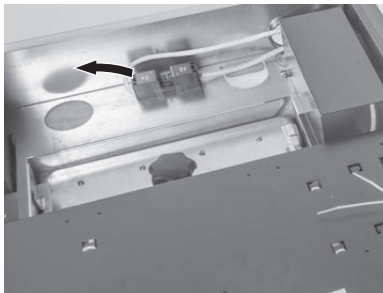

Fig. 79 Geräte-Netzstecker abziehen
- ▶ Bei Reinigungs- oder Reparaturarbeiten Kessel unbedingt spannungslos schalten (z.B. durch Trennen des Netzsteckers) – Fig. 79.
- ▶ Geräte-Netzstecker abstecken – Fig. 79.